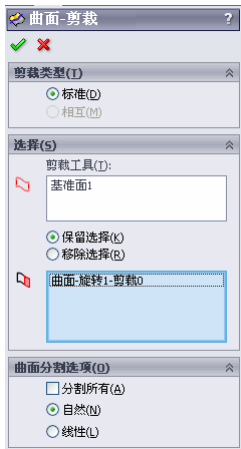
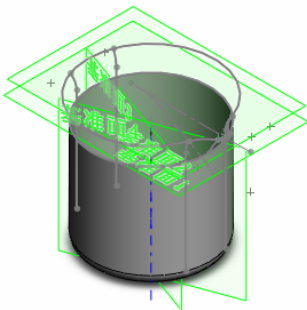

图 7-124 “曲面-剪裁”属性管理器
图 7-125 剪裁曲线后的图形
⑩ 剪裁曲面。单击“曲面”工具栏中的“剪裁曲面”图标按钮, 此时系统弹出如图 7-124 所示的“曲面-剪裁”属性管理器。在“剪裁工具”的“剪裁曲面、基准面、或草图”一栏中, 用鼠标单击视图中的基准面 1; 在“保留部分”一栏中, 用鼠标单击视图中基准面 1 下面的旋转曲面部分。单击属性管理器中的“确定”图标按钮, 曲面剪裁完毕, 结果如图 7-125 所示。